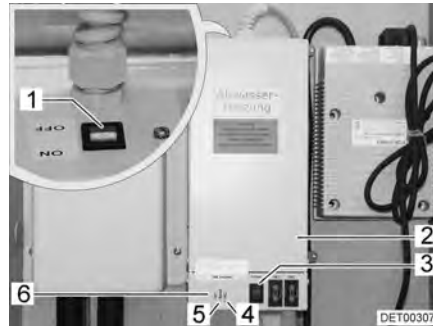

Fig. 122 Transformateur avec régulateur
Le transformateur 230 V AC/12 V DC (Fig. 122,2) est, suivant le modèle, monté dans la penderie ou dans la banquette de la dinette.
- Le voyant de contrôle (Fig. 122,5) s'allume en vert : Régulateur en marche
- Les voyants de contrôle (Fig. 122, 4 et 6) s'allument en rouge : Les conduites des eaux usées sont chauffées
Un bouton-poussoir de contrôle (Fig. 122,3) est intégré dans le boîtier, ce bouton permet d'enclencher brièvement le régulateur. En appuyant sur le bouton-poussoir de contrôle, vous pouvez tester le fonctionnement du chauffage, même si la température ambiante est supérieure à 5 °C.
- Placer l'interrupteur (Fig. 122,1) du transformateur (Fig. 122,2) sur "ON".
- Placer l'interrupteur (Fig. 122,1) du transformateur (Fig. 122,2) sur "OFF".